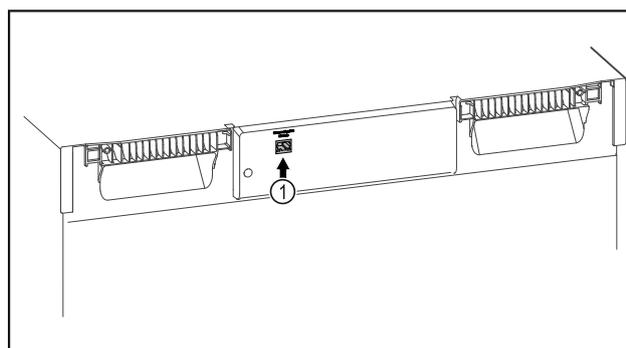

Fig. 108
- ❑ SmartModule *Fig. 108 (1)* ist eingesetzt.